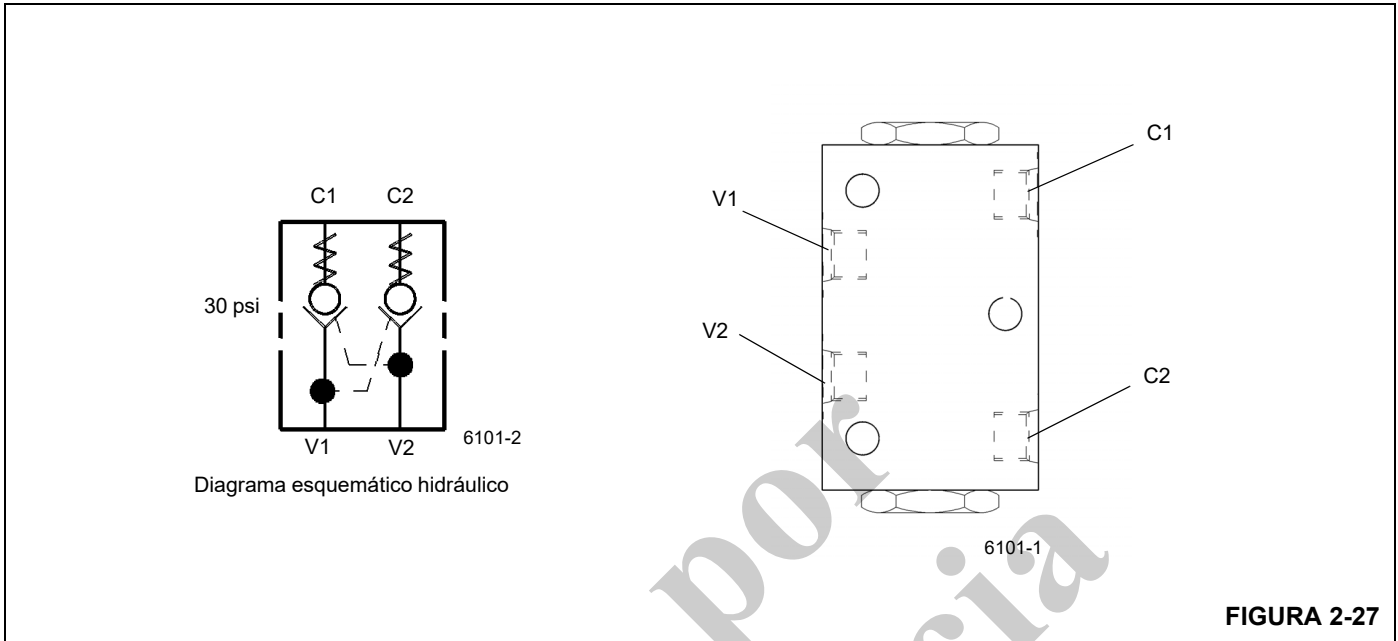

FIGURA 2-27
La válvula de retención accionada por piloto (PO) doble (Figura 2-27) se encuentra en el exterior de la placa lateral izquierda de la superestructura, detrás de la cabina. Se usa para sujetar o bloquear el cilindro de inclinación de la cabina en su lugar. El flujo de aceite se dirige de la lumbrera "V" a las lumbreras "C", mientras se impide el flujo en el sentido opuesto. El flujo se invierte de "C" a "V" cuando el aceite de presión piloto se aplica a la lumbrera "V" del lado opuesto.